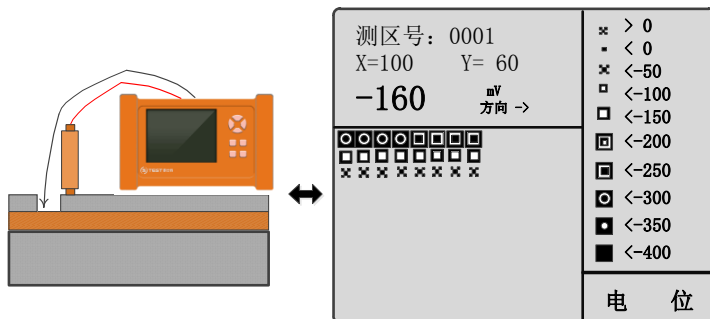
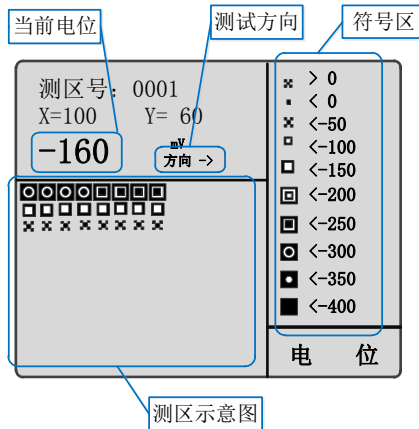
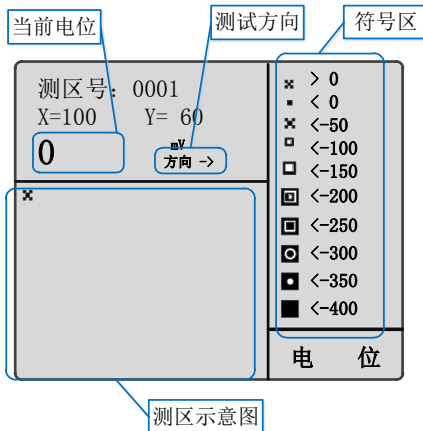

图 2.3 钢筋锈蚀仪测量方式示意图
图 3.4 测试界面
图 3.5 测试界面
3、凿开一处混凝土露出钢筋，并除去钢筋锈蚀层，把连接黑色信号线的金属电极夹到钢筋上，黑色信号线的另一端接锈蚀仪“黑色”插座，红色信号线一端连电位电极，另一端接锈蚀仪“红色”插座(如图 2.3 所示)。
成按 **Enter** 键如原测区参数无改变则调出原测区测点信息转入测试界面(如图 3.4 所示)，并实现在原测区中续测的功能；如果原测区参数经过改变则将新建测区转入测试界面(如图 3.5 所示)。
设置完“测区号”，“测点间距”，“测试类型”，“环境温度”参数后，按图 2.3 检查电位电极连接是否正确，按 **Enter** 键进入测试界面如图 3.4/图 3.5，横向为 X 方向，纵向为 Y 方向，图中光标“+”为当前测点位置。当把电位电极放在测区测点上，测量电位值以大粗题字显示，电位值稳定后按 **Enter** 键，即完成该点测试；在测量过程中，按 **←**、**→**、**↑**、**↓** 键改变测试方向，**→** 为 X 增大方向，**←** 为 X 减小方向，**↓** 为 Y 方向增大方向，**↑** 为 Y 方向减小方向，测区所有测点测量完成后，数据已自动储存；如继续测量下一测区，按 **Esc** 键进入图 3.3，重新输入新的测区参数；否则关机。